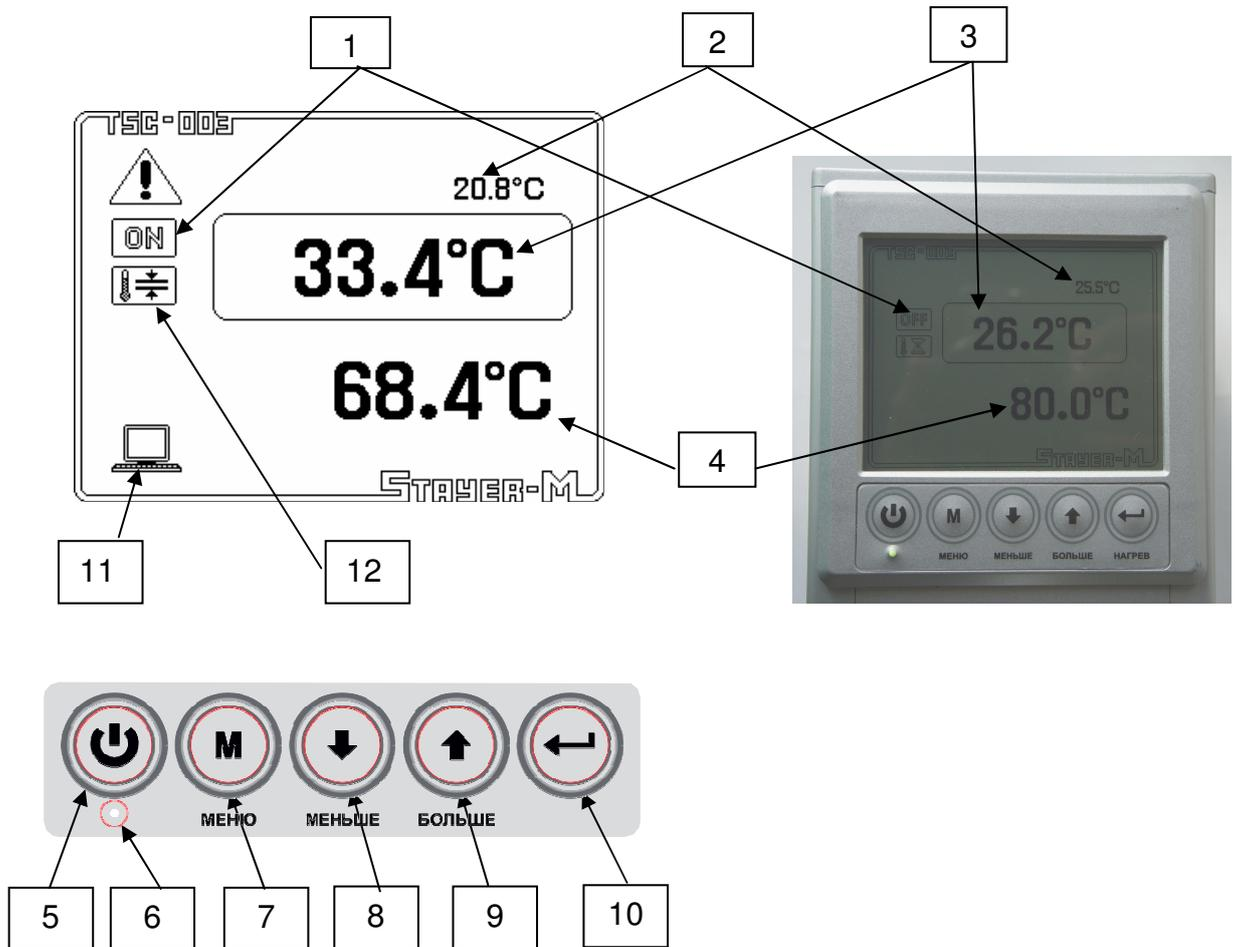

Рис.3. Дисплей термостата с клавиатурой в основном состоянии
**ВНИМАНИЕ!** Кнопка «Питание» на включение срабатывает не ранее чем через 10 сек после включения выключателя «Сеть» на задней панели (рис.3, п.1)